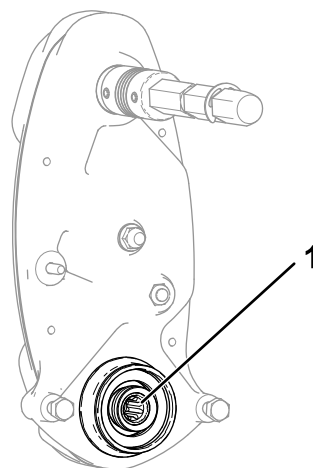

図 14
3. リール駆動シャフトの内側 図 14 にグリスが残っているかどうか調べる。